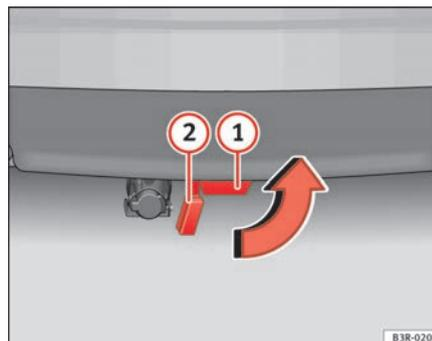

Fig. 165 Pare-chocs arrière : mise en place du bouchon obturateur
- Extrayez la boule d'attelage par le bas, hors du tube de fixation **1** ⇒ page 210, fig. 165. Lors de cette opération, le bouchon obture automatiquement le tube de fixation **2**.